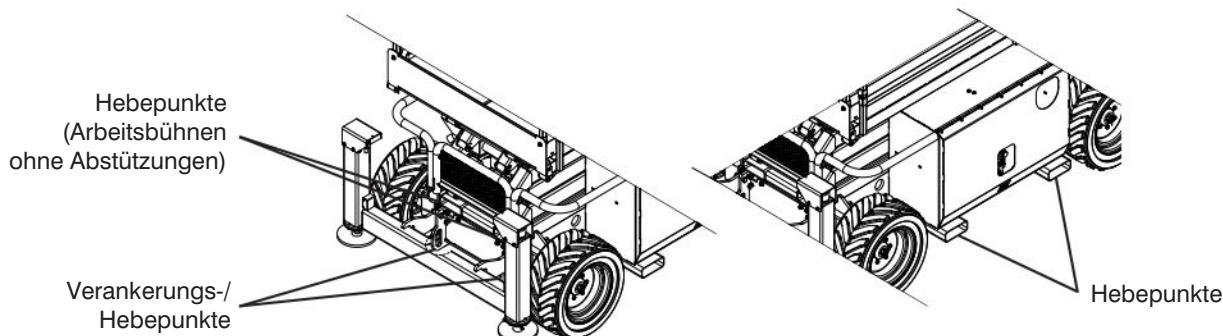

Abbildung 3-6. Verankerungs-/Hebepunkte
- Die Hebevorrichtung muss an allen zwölf Hebepunkten befestigt werden (siehe Abbildung 3-6).
Beim Transport muss die Arbeitsbühne auf dem Lastwagen bzw. Anhänger gesichert werden. Verankerungen sind, wie in Abbildung 3-6 dargestellt, verfügbar.